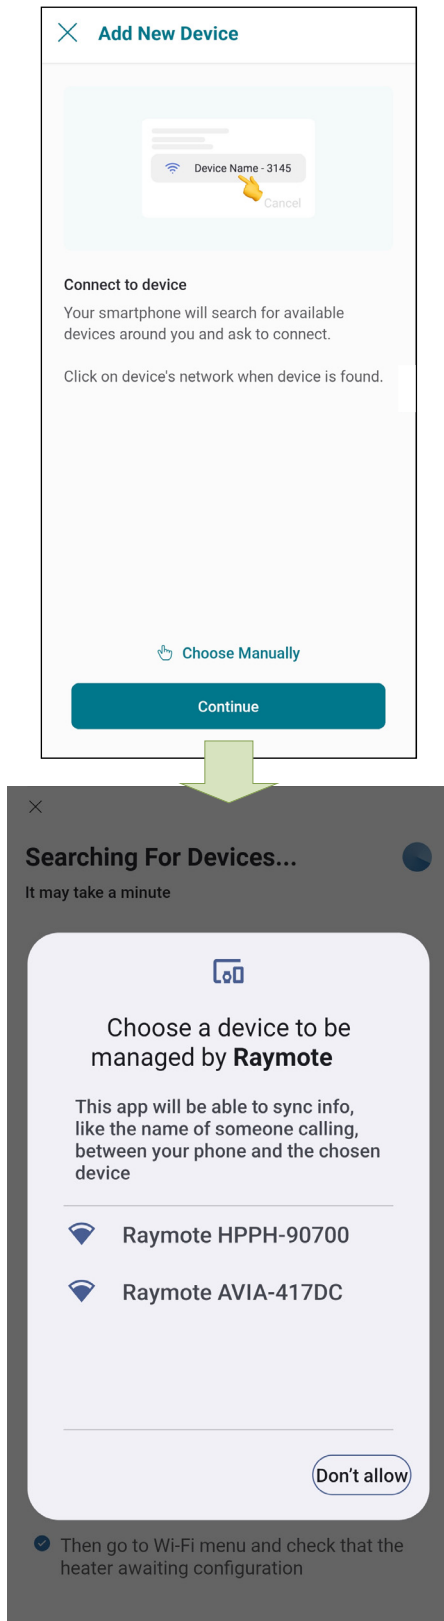

Figure 85. Connecter un téléphone Android
4. **Sous Android:** selon l'état de votre configuration actuelle, un ou plusieurs appareils s'affichent sur l'écran de l'appli. Sélectionnez le réseau sans fil auquel vous souhaitez l'associer, comme illustré à la **Figure 85**.